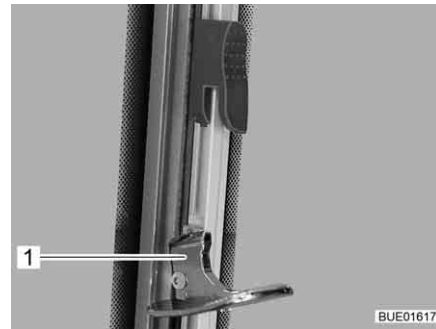

Bild 109 Schiebefenster mit Schwenkverriegelung (entriegelt)
- Verriegelung (Bild 109,1) nach innen schwenken.
- Verriegelung (Bild 109,1) nach außen schwenken.